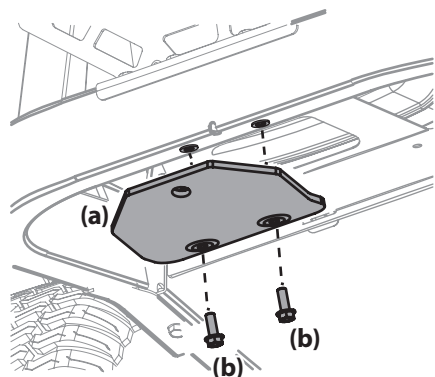

Figura 2
1. Ubique el Enganche (a) e instélo en la parte trasera del bastidor con los tornillos de arandela hexagonal (b) proporcionados. Consulte la Figura 2.